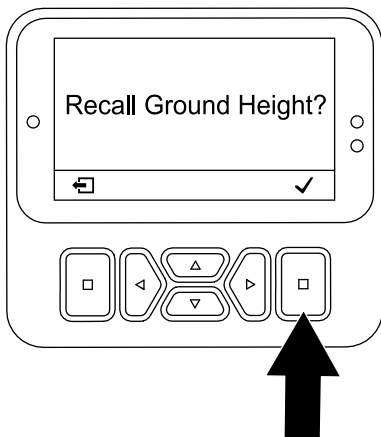

Bild 106
6. Drücken Sie auf dem Bildschirm „Bodenhöhe abrufen“ (Bild 106) die Auswahlstaste.